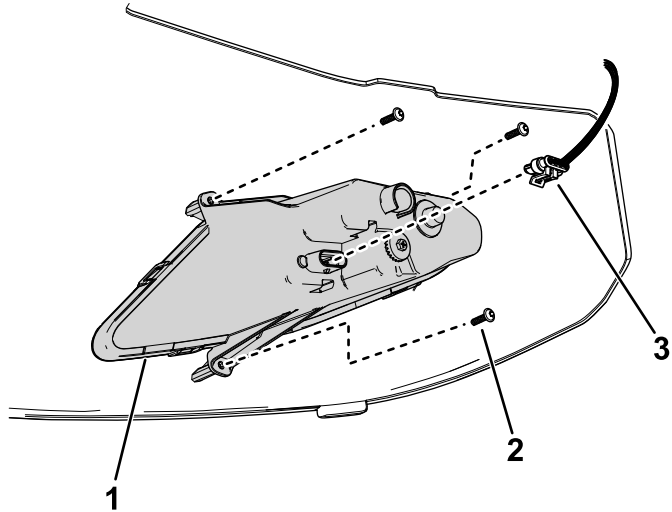

図 37
3. ヘッドライトに接続されているワイヤハーネスのコネクタを外す **図 37**。
6. ヘッドライトに接続されているワイヤハーネスのコネクタを取り付ける **図 37**。